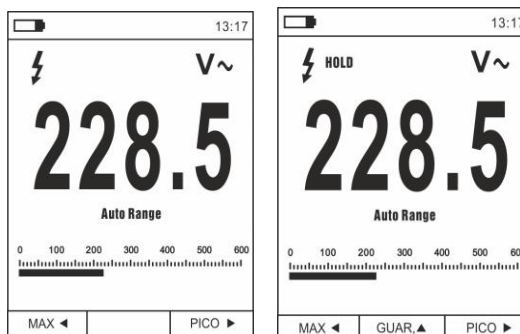

Fig. 7 Guardado valor fijado en pantalla
1. Pulse la tecla **HOLD/REL** para fijar el resultado. El mensaje "HOLD" y la tecla **GUAR. ▲** aparece en el visualizador (ver Fig. 7 – parte derecha)